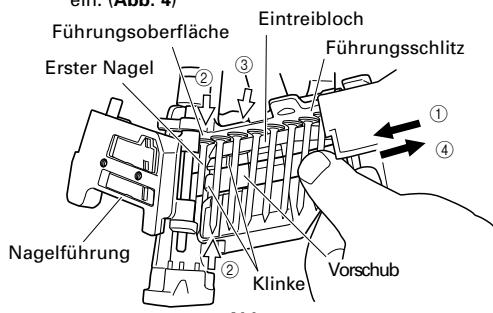

Abb. 4
- (4) Schließen Sie die Magazinabdeckung.
- (5) ① Wickeln Sie eine ausreichende Menge Nägel ab, um das Eintreibloch zu erreichen.
- ② Schieben Sie den ersten Nagel in das Eintreibloch und den zweiten Nagel zwischen den zwei Klinken des Vorschubs ein.
- ③ Passen Sie die Nagelköpfe in den Führungsschlitz ein. (Abb. 4)